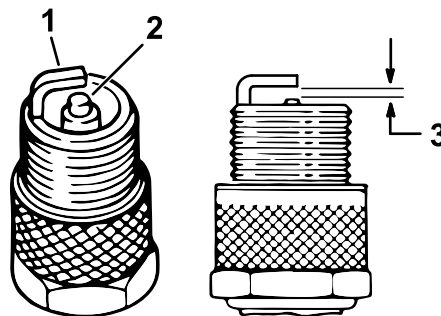

Figura 41
4. Controllate le condizioni degli elettrodi laterale e centrale, e dell'isolatore dell'elettrodo centrale, per accertare che non siano danneggiati (Figura 41).
5. Impostate la distanza tra il centro e il lato degli elettrodi a **1 mm per i modelli EFI o 0,76 mm per i modelli con carburatore**, come illustrato nella Figura 41.